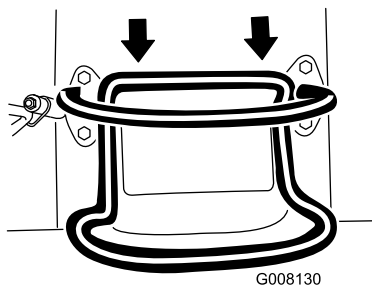

Figura 9
- Pentru deplasare în spate, deplasai maneta de traciune spre spate (Figura 9).